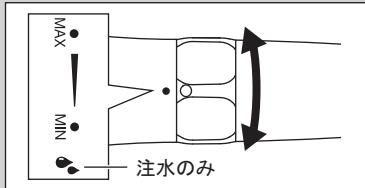

図8
- ・パウダー噴射量は流量調整リングで調整することができます（図8）。通常はMAXに合わせて使用し、歯肉や患者の状態に応じて調整してください。